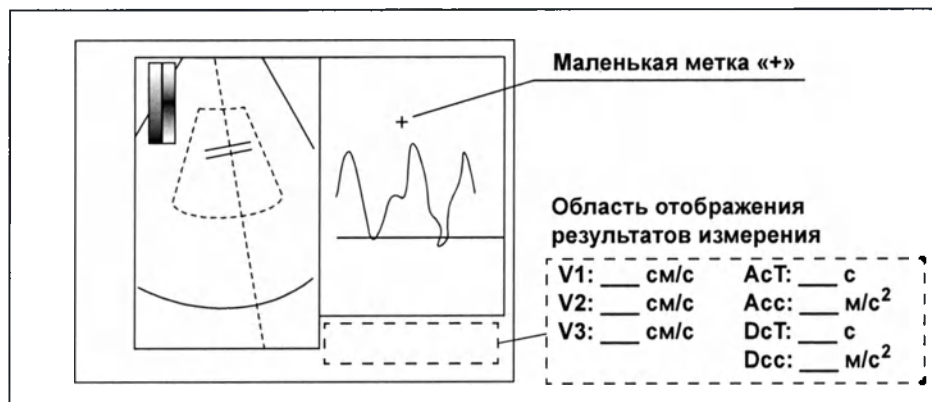

Рисунок 8.77
- 2 Область отображения результатов измерения показана на рис. 8.77.